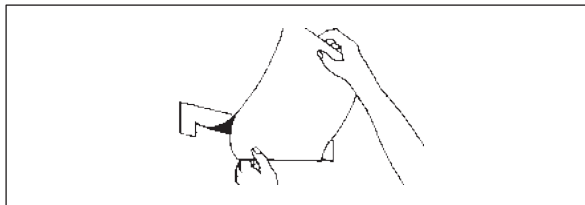

Fig. 11
4. Sollevare la grafica oltre la cerniera superiore e staccare il liner a pochi pezzi alla volta mentre si spatola la grafica in superficie con colpi decisi e sovrapposti, cominciando dalla parte centrale superiore e procedendo verso il basso e l'esterno, verso ogni bordo. Fig. 11